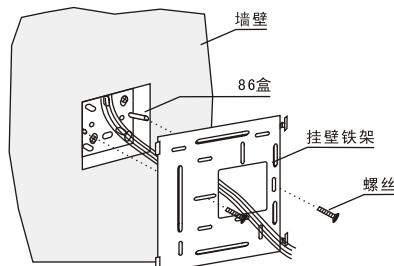

图 3
- 留出线后，对准86盒的螺丝柱，用两个螺丝将挂墙铁架固定在86盒上（见图3）。